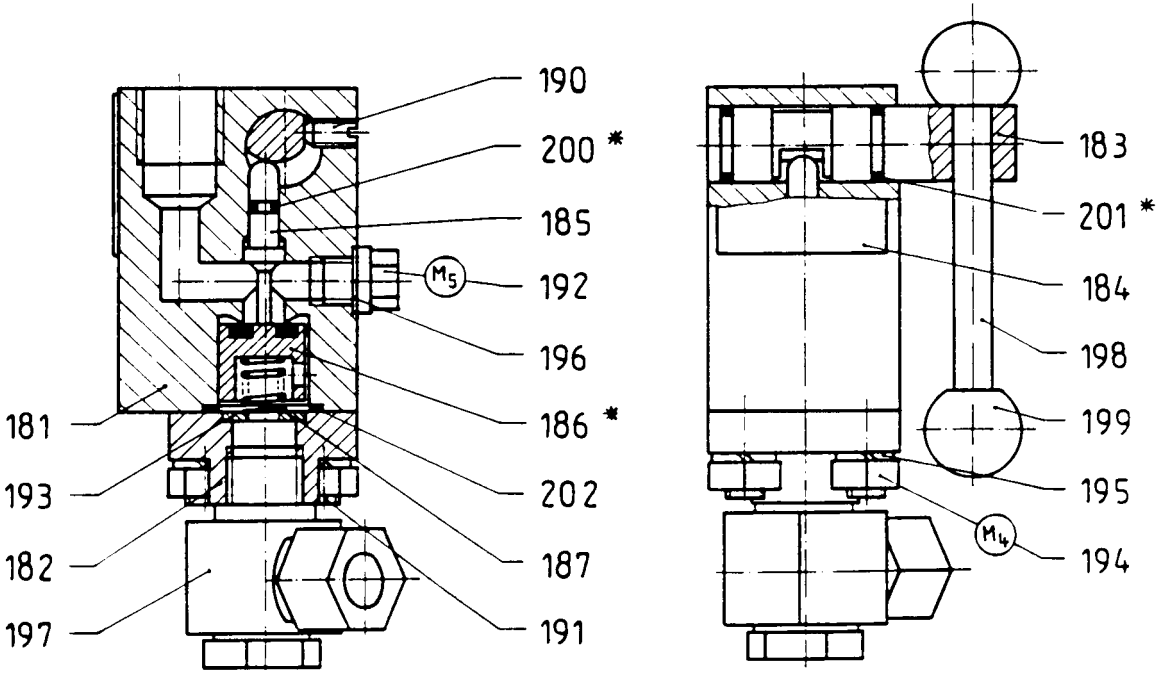

Bild 8 Tastventil
Der Näherungsinitiator (175) nach Bild 8 ist so zu befestigen, daß zu dem Schaltstift ein Abstand von 0,5 bis 1 mm eingehalten wird.